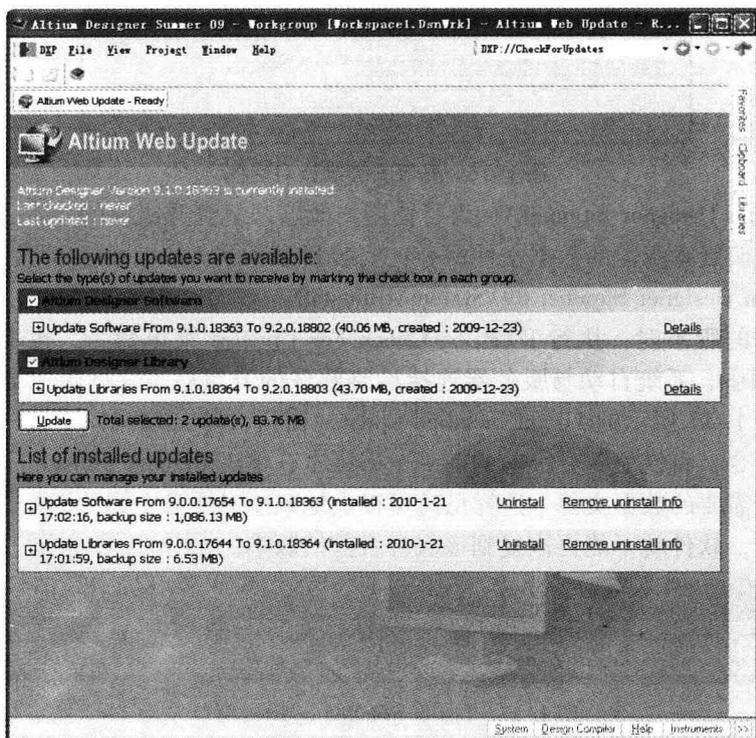

图 1-14 Altium Web Update 升级界面
2) 从网络升级 在软件系统界面单击右上角的菜单命令 DXP: //CheckForUpdates，进入如图 1-14 所示的 Altium Web Update 界面进行升级。